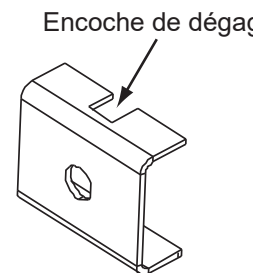

Figure 24.3
- e. Chaque pince possède une encoche de dégagement pour accorder de la place pour la fonte sur le bossage. Placez les pincas par dessus le bossage afin que l'encoche puisse faire face au bord extérieur de l'encadrement (**Figure 24.3**).